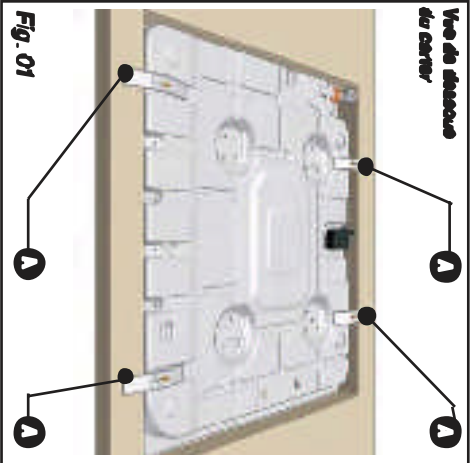
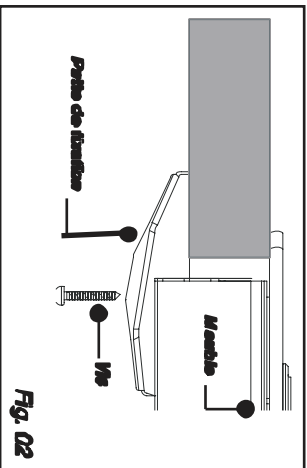

Fig. 01
Fig. 02
Se conformer au croquis (Fig. 01).
- Vous pouvez immobiliser, si vous le désirez, la table au moyen de pattes de fixation livrées avec leur vis (Fig. 02) se fixant aux coins du panier. Utilisez impérativement les trous prévus à cet effet suivant le dessin ci-dessus (Fig. 01).